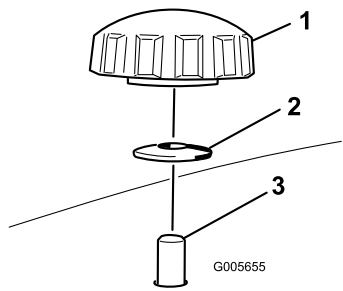
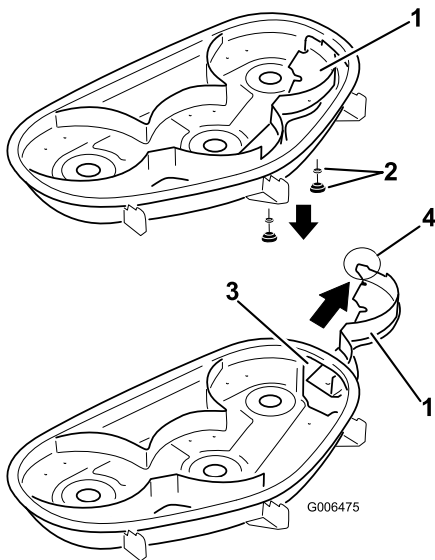

Figure 18
Figure 19
4. Déposez les 2 boutons et rondelles bombées qui fixent le déflecteur droit au plateau de coupe, comme illustré à la Figure 18.
5. Déposez le déflecteur droit et abaissez le déflecteur d'herbe sur l'ouverture d'éjection, comme illustré aux Figure 19 et Figure 18.
4. Insérez le déflecteur droit par l'ouverture d'éjection et fixez-le en place avec 2 boutons et rondelles bombées (côté bombé face au plateau de coupe) comme illustré aux Figure 18 et Figure 19.